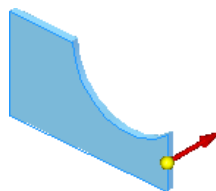

图 3.1.7 定义材料方向
Step4. 选择拉伸类型。在“平板”命令条中单击“厚度步骤”按钮定义材料厚度，在“厚度”文本框中输入值 3.0；按 Enter 键，并将材料加厚方向调整至图 3.1.7 所示的位置，然后单击鼠标左键。